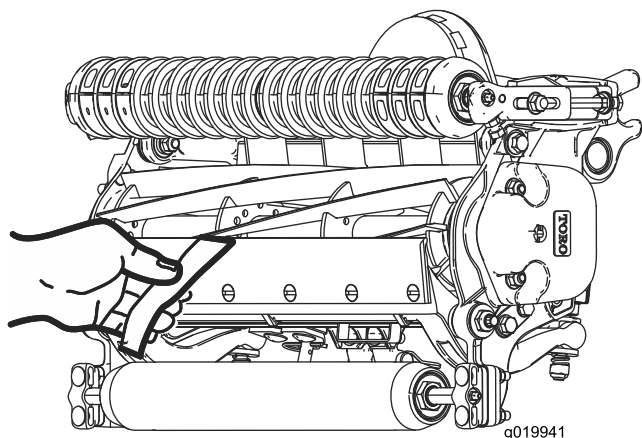

图10
- 在滚刀与底刀间插入一长条剪切性能纸（Toro 零件号 125-5610），纸要与底刀垂直，检测剪切性能（图10）。缓慢向前旋转滚刀；滚刀应剪切检测纸。